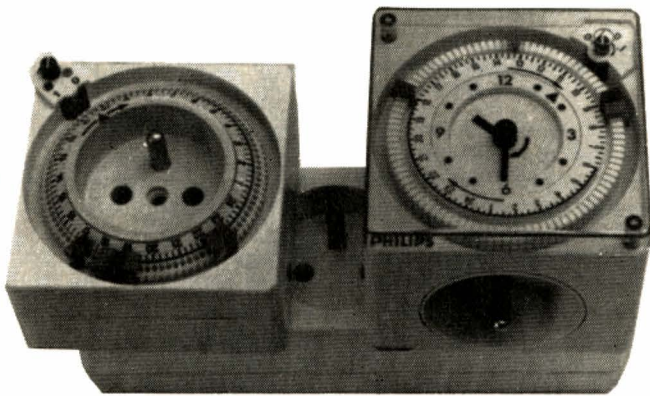

Figure 1. – Les deux modèles de programmeurs utilisés.
Le tableau de la figure 1 donne une idée de ces variations sous forme d'un coefficient V qui n'est autre que le rapport de la visibilité de la couleur de longueur d'onde L à celui de la visibilité de la longueur d'onde de 555 nm à laquelle l'œil est le plus sensible. Pour faire une analogie électrique évidente, on peut considérer que l'œil est un filtre passe-bande centré sur 555 nm. En fait, le problème est plus délicat que cela car de telles mesures sont très difficiles à réaliser et, de plus, elles dépendent de la luminosité moyenne des couleurs. On s'est en effet aperçu qu'en vision nocturne, les couleurs bleues devenaient beaucoup plus visibles que les rouges. Pour couper court à tout cela et disposer de valeurs de référence, la CIE (Commission internationale de l'éclairage) a adopté une courbe dite normalisée qui correspond au tableau de notre figure 1.
Fig. 1. - Visibilité relative en fonction de la longueur d'onde (d'après Nouveau guide de la télévision en couleurs, édité par le Scart, collection « Votre carrière », Chiron).
Les deux appareils que nous avons retenus (fig. 1) sont des modèles 24 heures (il existe des modèles sept jours réservés à d'autres utilisations). Le positionnement des fiches plastiques (vertes et rouges) pour effectuer la mise en route et l'arrêt des appareils à contrôler est réalisé sur une couronne rotative entraînée par le moteur du programmeur. Cette mise en place peut être faite de 1/4 heure en 1/4 heure avec un minimum d'une demi-heure entre chaque séquence.
– Protection contre le vol. Dans ce cas, utiliser deux programmeurs branchés sur un bloc multiprise (trois prises en ligne 10/16A) pourvu d'une rallonge avec prise mâle surmoulée (par exemple Legrand) qui sera relié au secteur (voir fig. 1). Chaque